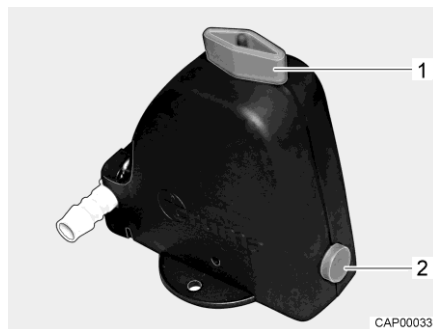

Bild 181 Sicherheits-/Ablassventil (Truma)
- Das Sicherheits-/Ablassventil (Truma) öffnen. Dazu den Drehknopf (Bild 181,1) längs zum Sicherheits-/Ablassventil drehen. Der Druckknopf (Bild 181,2) springt heraus.